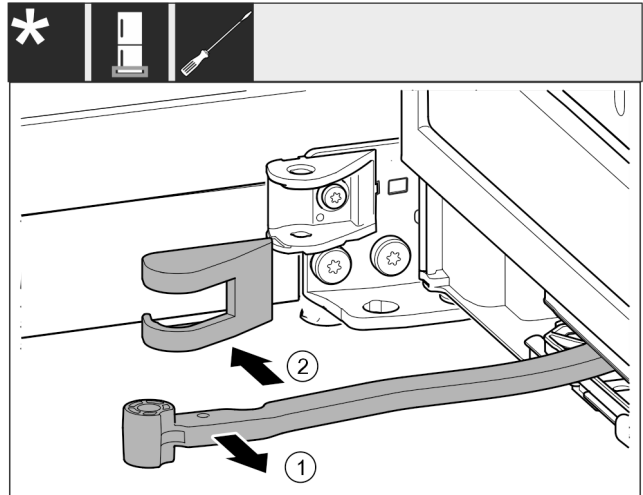

Fig. 16
- Pagrieziet šarnīru Fig. 16 (1) durvju virzienā.
- Noņemiet gultņa balsta pārsegu Fig. 16 (2).